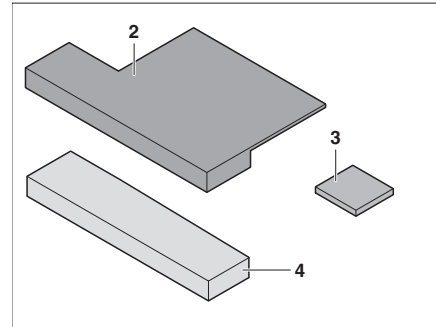

Fig. 181 Coussin supplémentaire
- Mettre en place la cale de siège (Fig. 181,3) au coussin supplémentaire (Fig. 181,2) (avec fermeture Velcro).